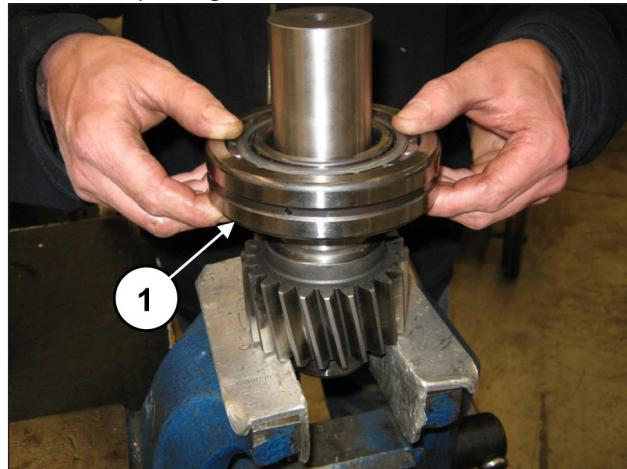
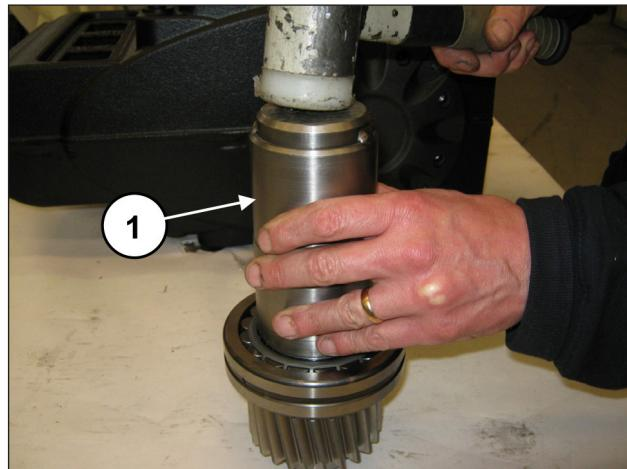

Fig. 83
Fig. 84
De l'autre côté du pignon, prémonter le roulement 55x120x29 (rep. ①, Fig. 83), en le poussant à fond à l'aide de l'outil réf. 27604800 (rep. ①, Fig. 84).